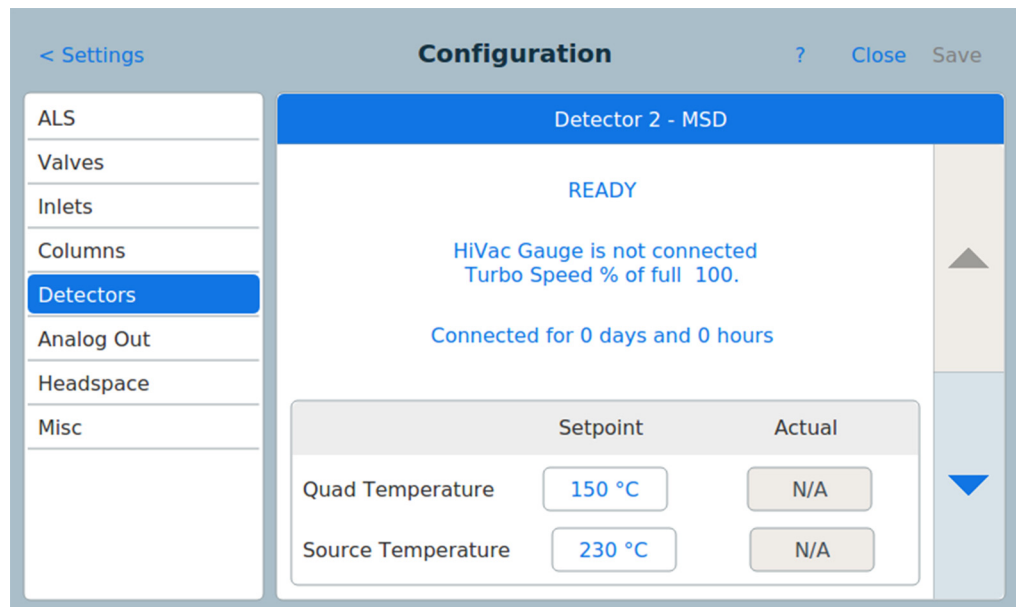

Abb. 59 Seite „Detector MSD settings“
- 3 Wählen Sie den Gerätetyp **Detectors** aus der Liste links auf der Seite. Die Eigenschaften für den ausgewählten Gerätetyp werden rechts auf der Seite angezeigt. Siehe Abb. 59.
- 3 Wählen Sie den Gerätetyp **Detectors** aus der Liste links auf der Seite. Die Eigenschaften für den ausgewählten Gerätetyp werden rechts auf der Seite angezeigt. Siehe Abbildung 59 auf Seite 146.